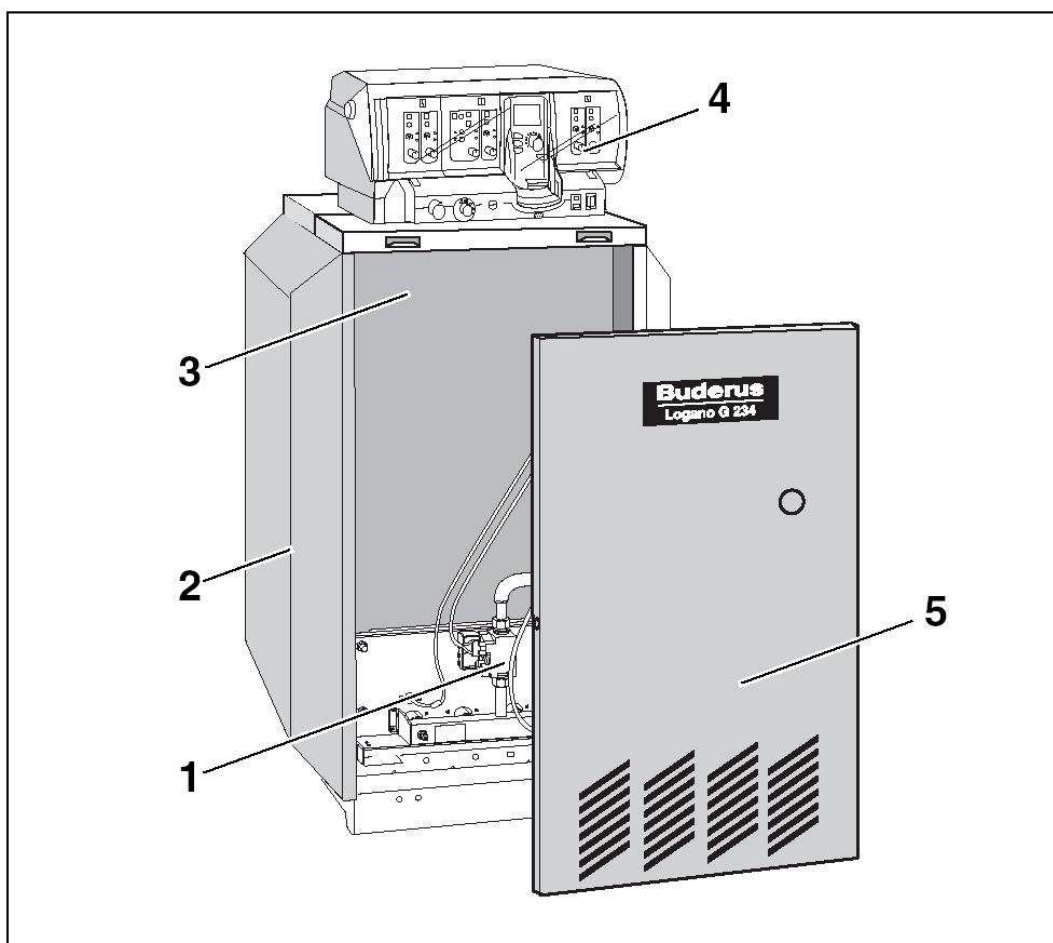

Рис. 1. Отопительный котел Logano G234 WS
Специальный газовый водогрейный отопительный котел Logano G234 WS (рис. 1) укомплектован на заводе газовой горелкой и системой управления.
- Котловой блок с теплоизоляцией (рис. 1, поз. 3) и газовой атмосферной горелкой (рис. 1, поз. 1).
- Обшивка (рис. 1, поз. 2) и передняя стенка котла (рис. 1, поз. 5).
- Система управления (рис. 1, поз. 4).